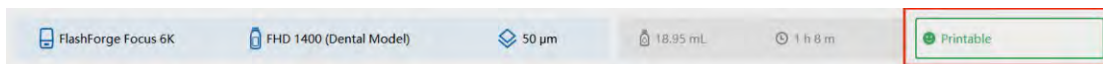

図48 印刷可能になった時に表示されるインターフェース図
- 印刷可能な条件を満たしている場合、印刷可能が表示され、図48に示すように緑のフォント、枠、シンボルで、スマイリーフェイスが表示されます。